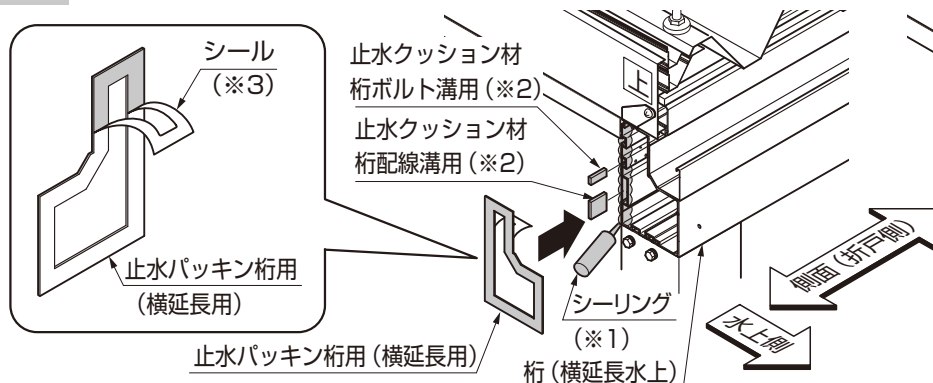
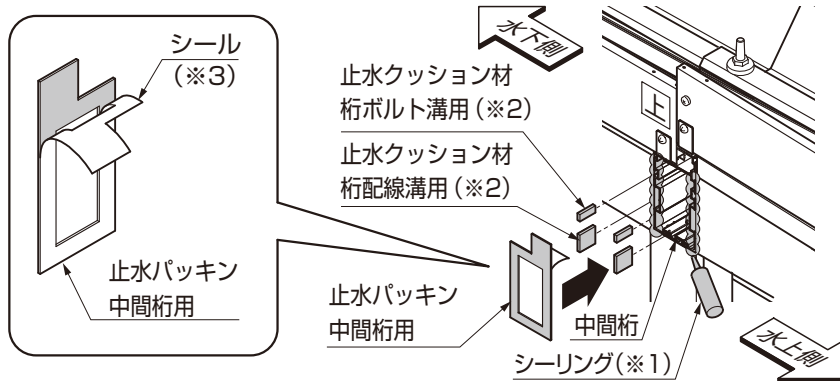
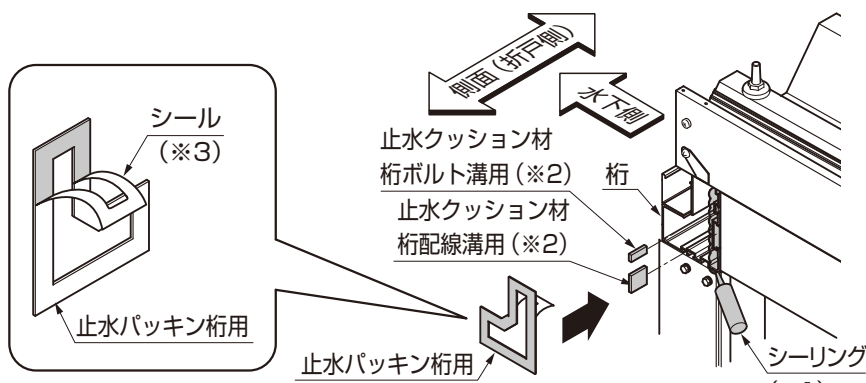

図18-7 水上側止水パッキンの貼付け
図18-9 中間止水パッキンの貼付け
図18-11 水下側止水パッキンの貼付け
- ②各桁の端部に、水上側には止水パッキン桁用(横延長用)、中間部には止水パッキン中間桁用、水下側には止水パッキン桁用、それぞれをシール(※3)をはがして貼付けてください。(図18-7、図18-9、図18-11参照)